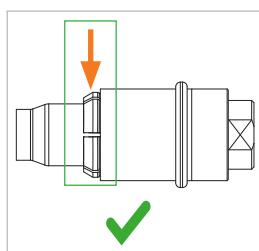

Figure 3
- ▶ Saisissez le connecteur par sa partie inférieure (Pos. 2) et par le manchon tiré vers l'arrière (Pos. 1). Pressez le flexible dans le connecteur jusqu'à ce que les mâchoires de serrage (Pos. 3) se referment (*Figure 3*).